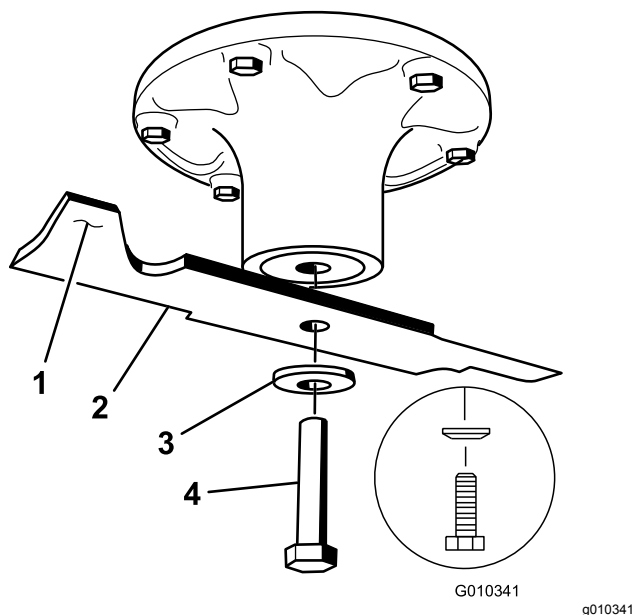

Figure 75
2. Enlevez de l'axe, le boulon, la rondelle bombée et la lame (Figure 75).